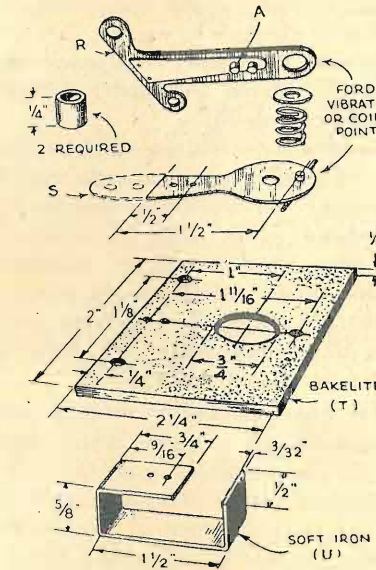

Fig. 2.
Il vibratore si compone di due pezzi di una bobina di automobile Ford (mod. T). Il pezzo « R » (fig. 2) ha una puntina per il contatto e l'altra per il fermo (A). In testa alla molla-vibratore « S » viene saldato un pezzo di filo lungo 25 mm. circa (1") di filo da campanelli (N. 16 B. e S.). Questo filo aumenta il momento d'inerzia del punto vibrante, dando una migliore stabilità alla vibrazione.
Il nucleo magnetico del vibratore si compone di una piastrina di ferro dolce (soft iron) dello spessore di 2,5 mm. circa (3/32"), larga 12 1/2 mm. circa (1/2"), e lunga 102 mm. circa (4"), piegata come è mostrato in « U » della fig. 2. Si fascierà il lato più lungo (1 1/2" = 38 mm.) con nastro isolante e vi si avvolgeranno 50 spire di filo 1,3 mm. doppia copertura cotone, facendo tre prese intermedie, e precisamente alla 25.a, alla 30.a ed alla 40.a spira. Il vibratore viene montato su di una piastrina di bachelite di 50 x 57 mm. (2" x 2 1/4") come « T » nella fig. 2. Quando esso è